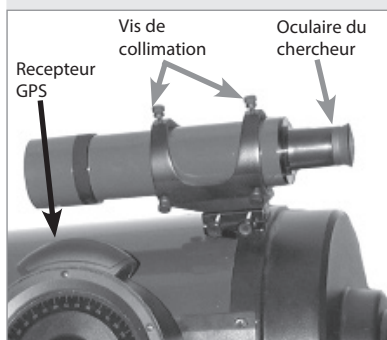

Fig. 12 : vis du chercheur et oculaire.
5. Regardez à travers le chercheur (Fig. 12) et serrez ou desserrez une ou plusieurs vis du chercheur (Fig. 12) jusqu'à ce que la croix soit précisément centrée sur l'objet centré dans le télescope.